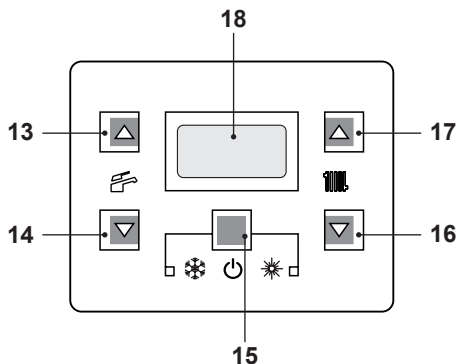
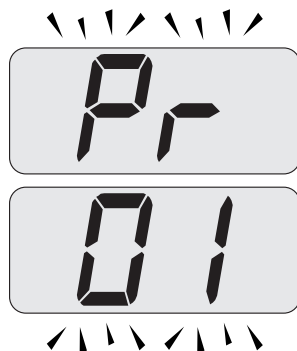

Figura 9.1
Figura 9.2
- Entre en la "modalidad de programación" pulsando simultáneamente durante 10 segundos los botones 15 - 16 - 17 (Figura 9.1) hasta que aparezcan en la pantalla LCD las letras **Pr** alternadas con el código **01**, que indican la entrada en el "parámetro 01" (Figura 9.2).
- Pulse simultáneamente los botones 15 y 17 (Figura 9.1) hasta que aparezca en la pantalla LCD el valor del parámetro 28 (ej.12 valor predeterminado) (Figura 9.4).
- Pulsando el botón 15 (Figura 9.1) se confirma el valor introducido.
- Pulsando simultáneamente los botones 15 y 16 (Figura 9.1) se sale sin modificar el valor (se vuelve a la lista de parámetros (Figura 9.3)).
- Pulsando simultáneamente durante 10 segundos los botones 15 - 16 - 17 (Figura 9.1) se sale de la "modalidad de programación".